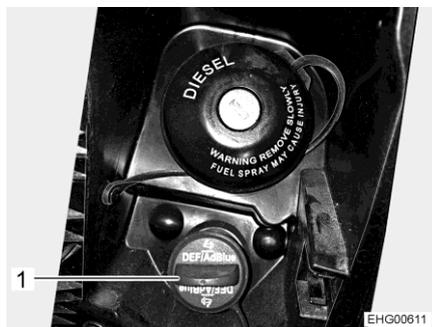

Fig. 8 Bocchettone di riempimento per AdBlue®
- Ruotare il coperchio blu (Fig. 8,1) in senso antiorario e rimuoverlo.